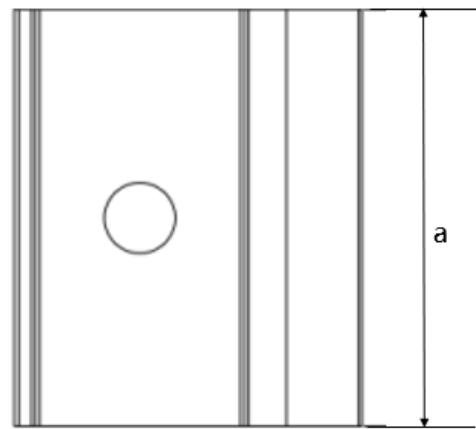
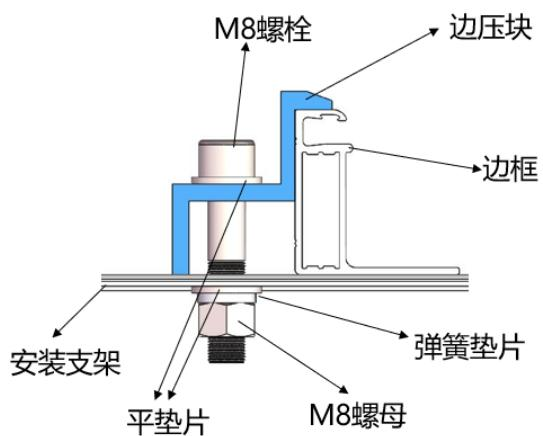
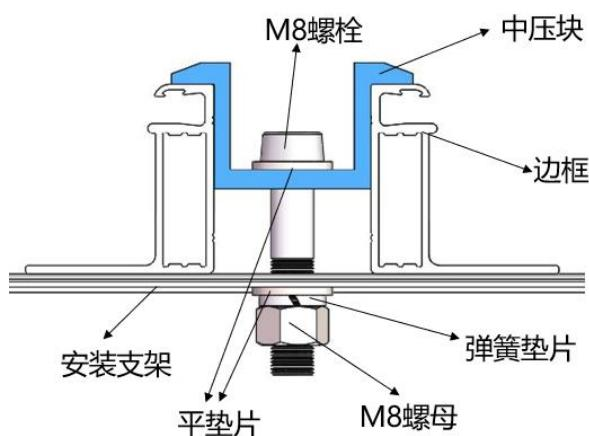

图 7 边压块俯视图
图 9 边压块安装示意图
图 10 中压块安装示意图
- ① 将组件置于两条支架之上（不提供）。支架必须使用不锈钢材料或做过防腐处理（如热镀锌处理）。每块光伏组件至少需要 4 个压块去固定，在安装过程中，请勿让压块直接接触玻璃及让边框变形，否则会导致组件破损。
- ② 务必避免因夹具形成的阴影对组件造成遮挡效应。漏水孔不能被夹具遮挡。夹具必须与组件边框保持至少 8mm 但不超过 11mm 的重叠部分（保证组件可靠安装的前提下可以变更夹具截面）。
- ③ 支架与组件边框接触的上表面需有一个与 M8 螺栓匹配的凹槽。
- ④ 若支架上无凹槽，则需在上述提到的位置钻一个直径大小合适的孔，以便螺栓固定。
- ⑤ 确保每个压块的安装顺序为平垫圈、弹簧垫圈、螺母。
- ⑥ 图 7、8 为压块示意图，图 9、图 10 所示为压块安装示意图。压块的尺寸为 $a \geq 40 \text{ mm}$, $b \geq 16 \text{ mm}$, $c \geq 5 \text{ mm}$, $d \geq 8 \text{ mm}$, $e \geq 15 \text{ mm}$, $\varnothing = 9 \text{ mm}$, 压块厚度 $\geq 3 \text{ mm}$ 。针对 182 和 210 版型组件，中压块与边压块的尺寸需满足 $a \geq 60 \text{ mm}$ 。当螺栓和螺丝为 8.8 等级时，推荐收紧扭矩为 17~23Nm。
⑦ 为防止安装组件后脱框，建议选择边缘安装压块和中间安装压块与边框 A 面接触面均带有花纹槽结构的压块，花纹槽结构建议数量为 9 个左右，相邻花纹槽距离建议 1.2mm 左右，花纹槽深度建议 0.6mm 左右，如图 7 所示。